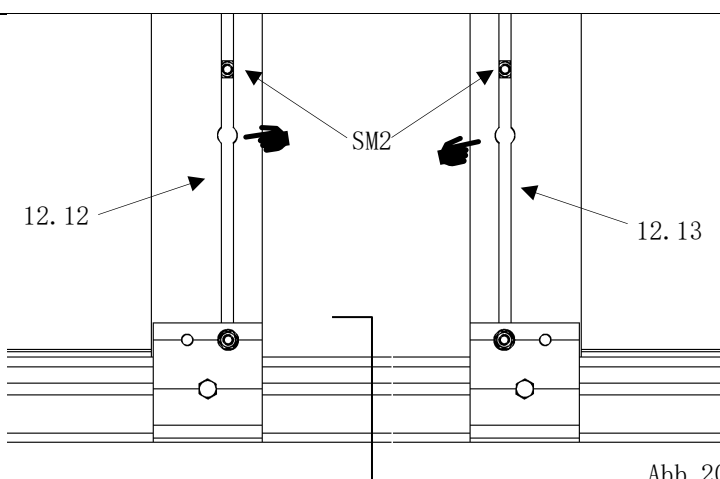

Abb. 20
- den Kopf der Sechskantschrauben (Pos. SM2) wird in die Montage-Bohrungen der beiden Türrahmensprossen (Pos. 12.12/12.13) eingeführt. (Abb. 20)